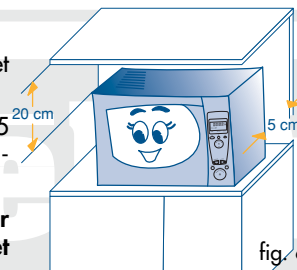

fig. 6
- 1) Nadat het apparaat uit de verpakking gehaald is, de beschermende verpakking van de draaischijf (H) en de bijbehorende houder (I) en alle accessoires halen. Controleren of de pin van de draaischijf (D) correct op zijn plaats zit in het midden van de draaischijf.
- 5) Nadat het apparaat op het werkvlak geplaatst is, controleren dat er een ruimte van ongeveer 5 cm overblijft tussen de omtrek van het apparaat en de muren aan de zijkant en aan de achterkant, en een vrije ruimte van minstens 20 cm aan de bovenkant van de oven (fig. 6).